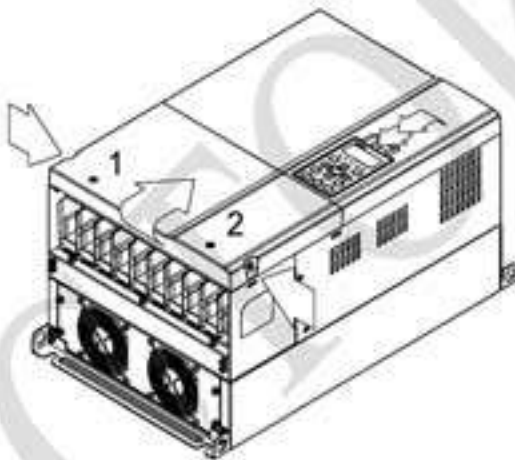

Рис. 1
1. (Рис. 1) Выкрутите винт 1 и винт 2, нажмите на защелки с правой и левой стороны крышки и снимите крышку как показано стрелками на рис. Нажмите на верхнюю часть пульта КРС-CE01 для демонтажа пульта.: 10~12 кг*см (8.6~10.4in-lbf).